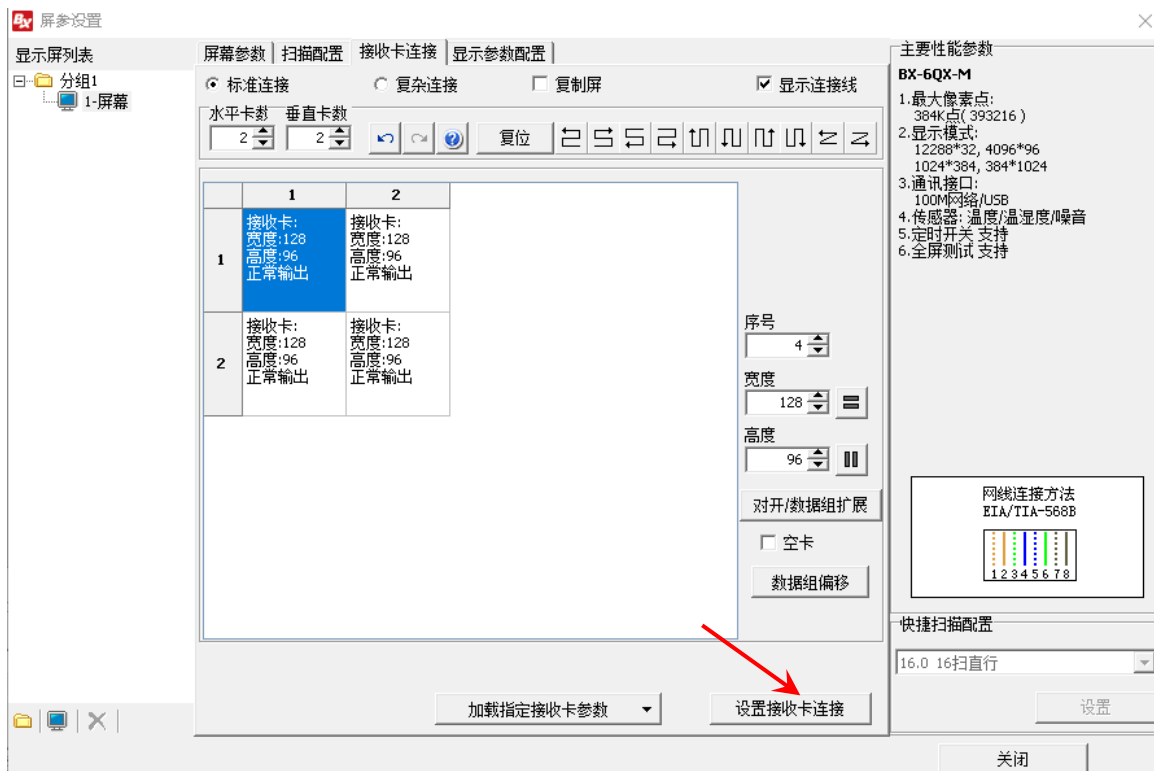

图 11
- 最后在接收卡连接界面，点击“设置接收卡连接”按钮，即可完成接收卡的连接配置，如下图 11 所示：